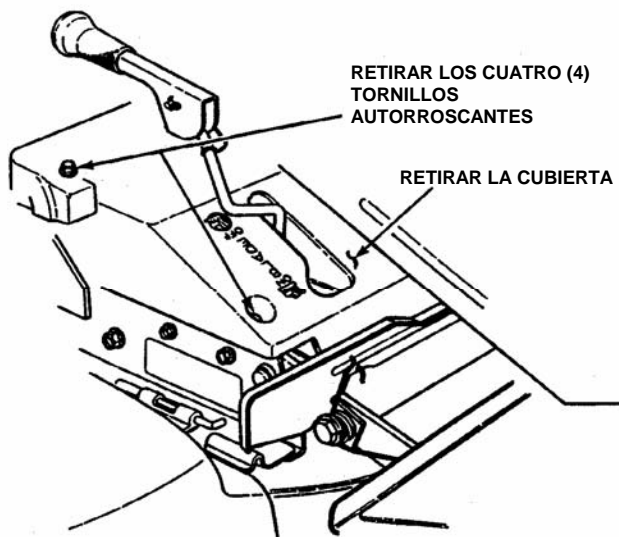

FIGURA 3.3
2. Quite los cuatro tornillos autorroscantes, dos en cada lado de la cubierta de la correa de la segadora. Vea la figura 3.3.